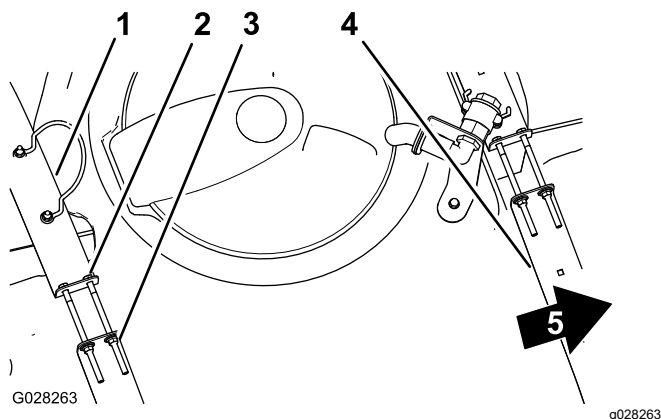

Figura 33
2. Compruebe si hay holgura entre los flejes y el depósito (Figura 33).
3. Si los flejes tienen holgura, apriete las contratuercas con arandela prensada y los pernos del extremo superior de los flejes hasta que los flejes queden apretados contra la superficie del depósito (Figura 33).